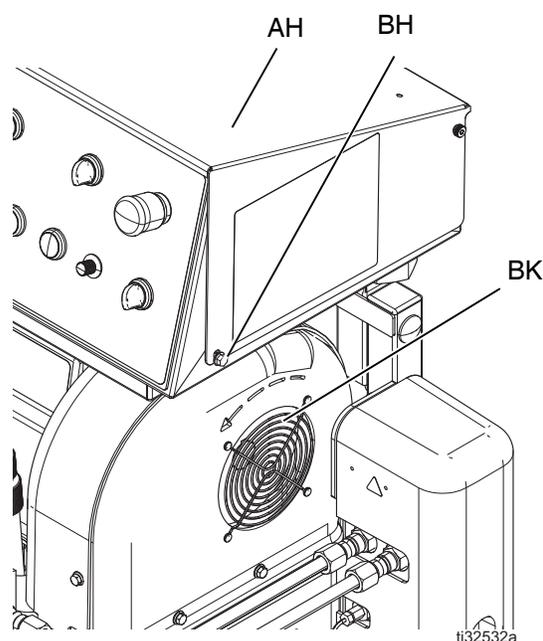

FIG. 7 : Rotation du moteur électrique
7. Vérifiez que le ventilateur du moteur électrique (BK) tourne dans le bon sens. Voir la FIG. 7.
- a. Tournez l'interrupteur d'alimentation principale (CE) sur ON (Marche).
- b. Tournez l'interrupteur d'alimentation de commande (CH) sur START (Démarrage). Tournez l'interrupteur de commande (CL) de la pompe sur NEUTRAL (Point mort).
- c. Tournez l'interrupteur d'alimentation du moteur (CN) sur ON (Marche). Regardez dans quelle direction le ventilateur du moteur électrique (BK) tourne. Voir la FIG. 7.